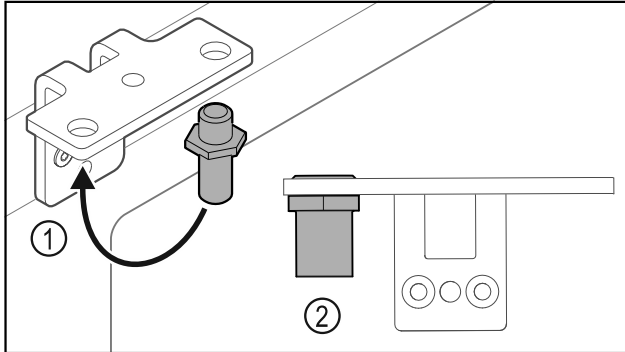

Fig. 27
- ▶ Aseta saranakulman pultti Fig. 27 (1) toiseen paikkaan.
- ▶ Kiristä pultti Fig. 27 (2) **vääntömomentilla 12 Nm**.